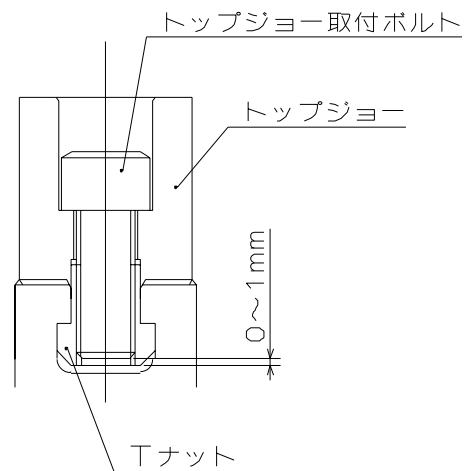

図 10
- トップジョー取付ボルトの T ナットに対するねじ込み深さが浅いと、T ナットが破損し、ジョーや工作物が飛散して危険。取付ボルトが長すぎて T ナット底面から突き出ている場合も、トップジョーが固定されないため、ジョーや工作物が飛散して危険。従って、ジョー取付ボルトの全長は T ナットの底面より **0~1mm** 程度とすること。(図 10 参照)